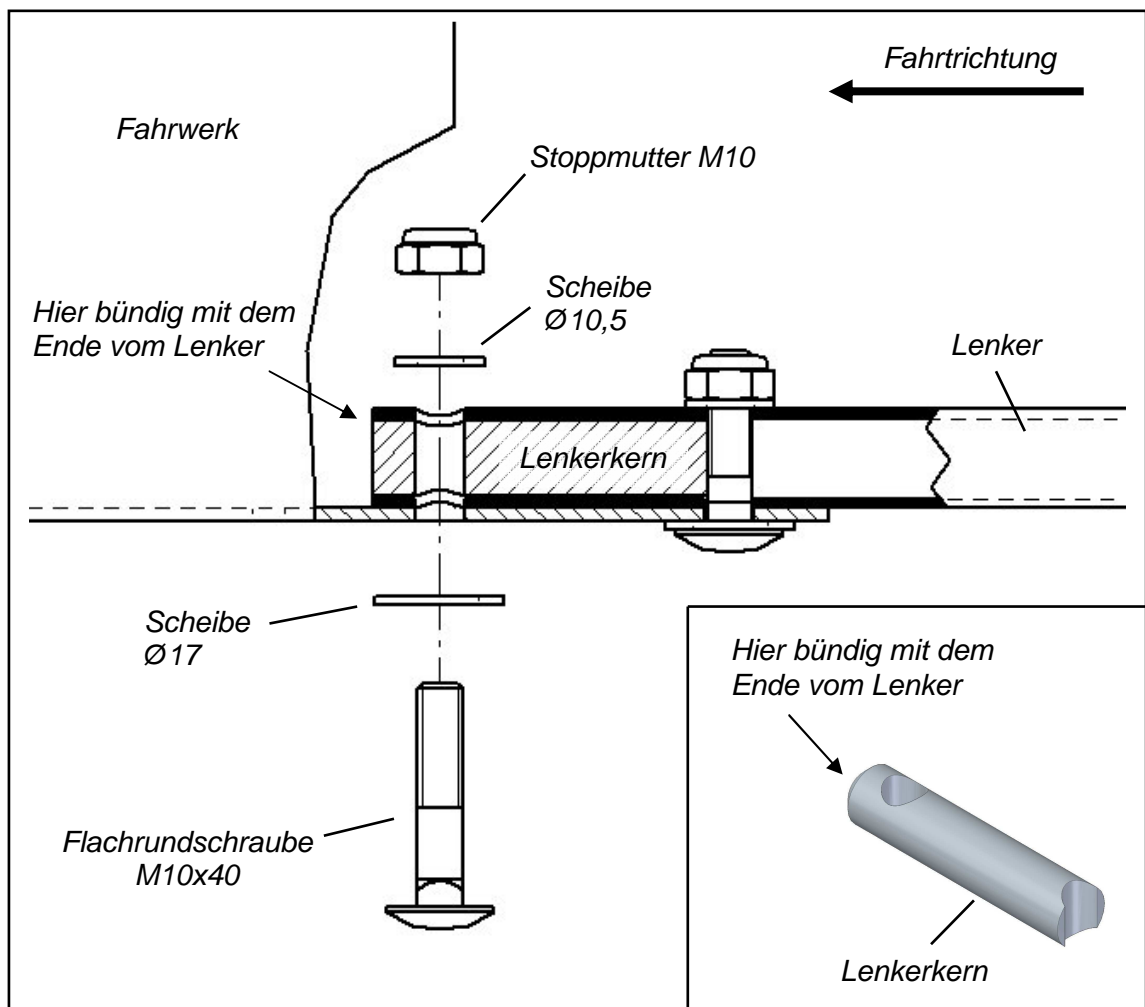

Abbildung 4: Schnittansicht Lenkerverschraubung
- ⇒ Fixieren Sie das erste Lenkerende gemäß Abbildung 4. Ziehen Sie die Verschraubung noch nicht fest an.